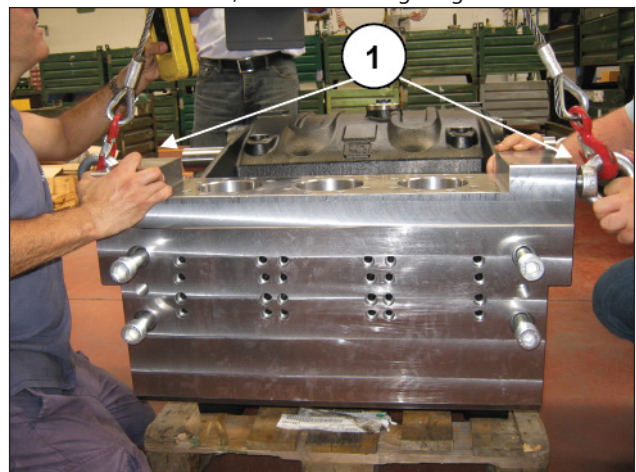
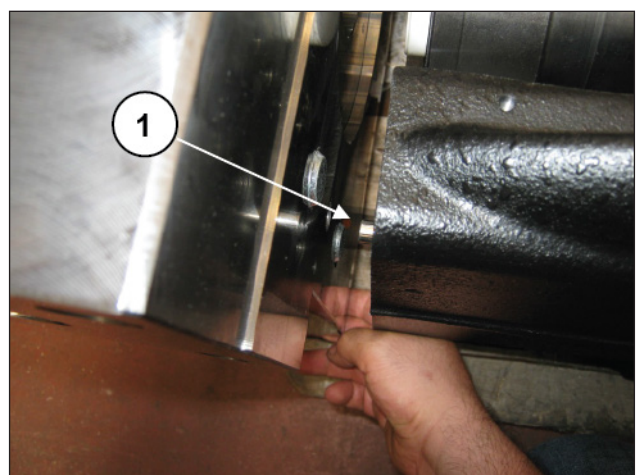

Abb. 192
Abb. 193
Montieren Sie zwei Ösenschrauben M24 in die Befestigungsbohrungen des Druckflansches (Pos. ①, Abb. 192) und positionieren Sie anschließend erneut den Kopf am vorderen Gehäuse; achten Sie hierbei darauf, die am Gehäuse befindlichen Positionsstifte nicht zu beschädigen (Pos. ①, Abb. 193) und befestigen Sie den Kopf mit den 4 Schrauben M24.